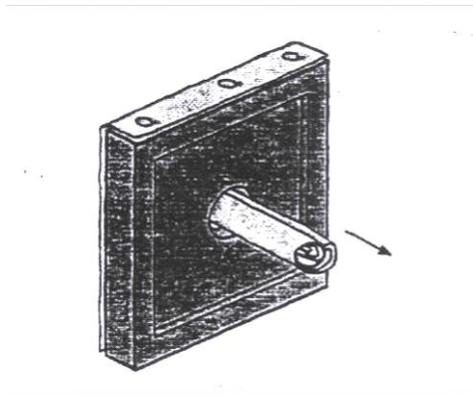

Bild 4
- Stecken Sie jetzt diese Tuchrolle bis zum Tuchhals durch die Plattenbohrung der Filterplatten (Bild 4)